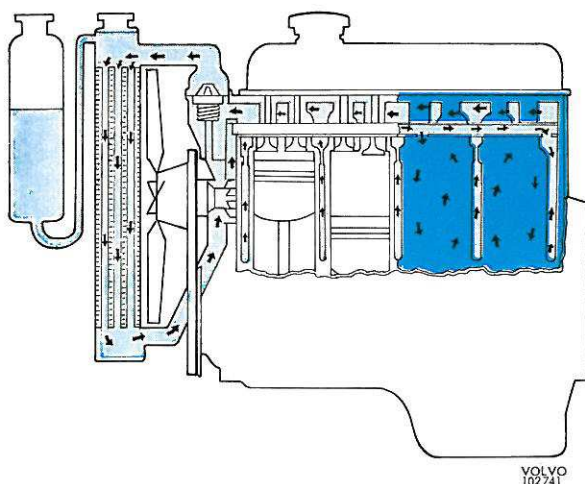
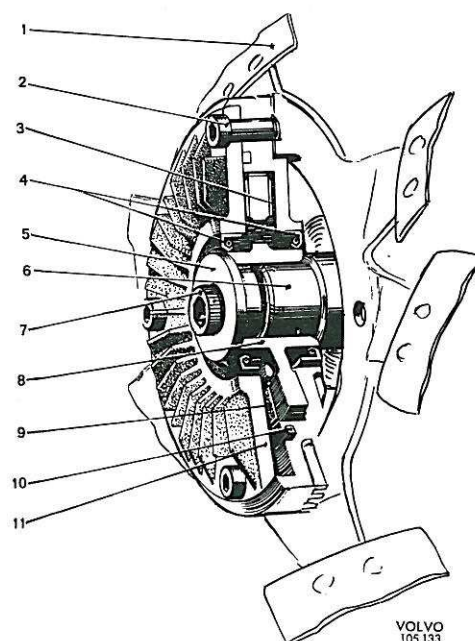

Figure 74. Système de refroidissement en circuit fermé (moteur B 20)
Figure 75. Ventilateur à accouplement à glissement, nouveau modèle à six pales
Le moteur est refroidi par eau, avec système de refroidissement en circuit fermé, voir figure 74. Le B 30 et certaines versions du B 20 sont munis d'un boîtier de ventilateur monté sur le radiateur. Selon les différentes versions et les différents marchés, le moteur est équipé d'un ventilateur soit du type à régime invariable, soit du type à régime variable. Ce dernier est du type "ventilateur à accouplement à glissement" (voir figure 75) qui permet de réduire par glissement la vitesse de rotation des pales du ventilateur aux régimes élevés, voir figures 81 et 82. Les pales de ventilateur — au nombre de cinq jusqu'aux modèles d'année 1971 et six à partir des modèles d'année 1972 — sont disposées asymétriquement afin d'en réduire le niveau des bruits en cours de fonctionnement. Le ventilateur à accouplement à glissement comprend le boîtier (11, figure 75) dans lequel les pales (1) sont fixées par des vis (2). Le boîtier de ventilateur est constitué par deux moitiés fixées à demeure l'une sur l'autre qu'il ne faut pas désassembler pour réparation. En cas de défaut, le ventilateur doit être remplacé au complet. Le moyeu (8) est ajusté libre sur la